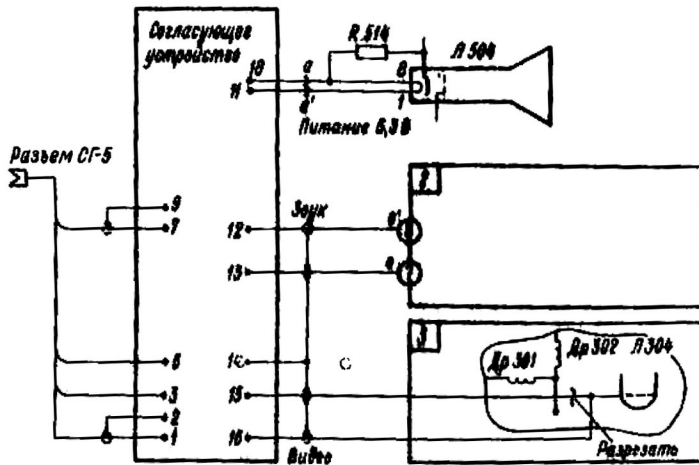

Рис. 8. Схема соединения огласующего устройства с телеприемником типа УЛТ-61-П-4
5. Соединить устройство в соответствии со схемой на рис. 8.